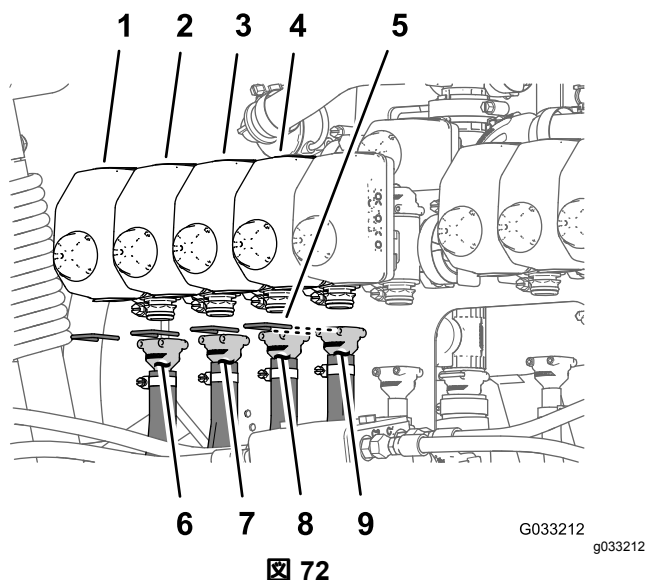
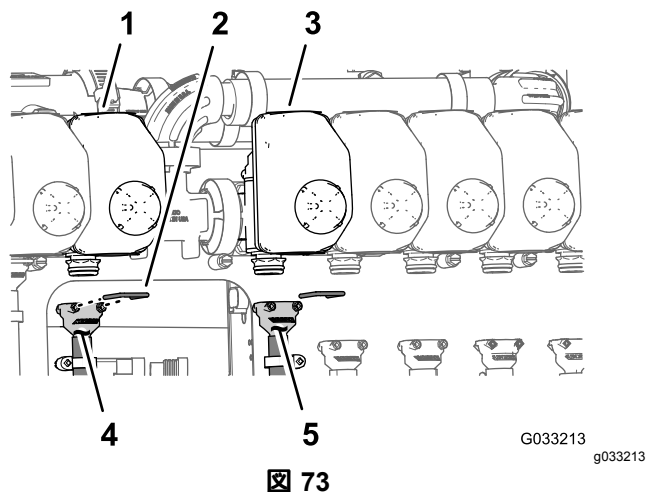
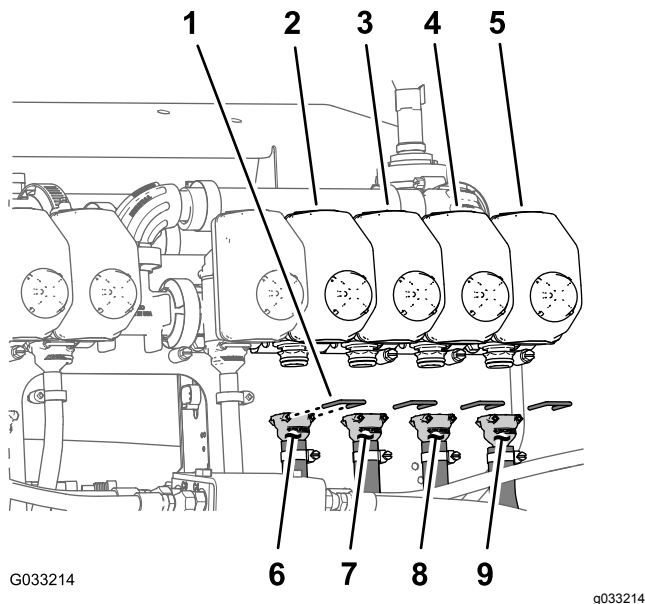

図 72
図 73
図 74
**注** ノズルバルブの位置については 図 72 各ホースをノズルバルブ~4 番に取り付ける。(ページ 33)、図 73 ホースをノズルバルブ5および6 番に取り付ける。(ページ 33)、および図 74 各ホースをノズルバルブ7-10 番に取り付ける。(ページ 34) を参照してください。
1. 給液ホース279cmのバーブ付きストレートフィッティングを、ノズルバルブ1番のカップラに組み付ける 図 72。
2. リターナを使って、バーブ付きフィッティングをバルブに固定する 図 72。
3. 給液ホース234cmのバーブ付きストレートフィッティングを、ノズルバルブ2番のカップラに組み付ける 図 72。
4. リターナを使って、バーブ付きフィッティングをバルブに固定する 図 72。
5. 給液ホース188cmのバーブ付きストレートフィッティングを、ノズルバルブ3番のカップラに組み付ける 図 72。
6. リターナを使って、バーブ付きフィッティングをバルブに固定する 図 72。
7. 給液ホース188cmのバーブ付きストレートフィッティングを、ノズルバルブ4番のカップラに組み付ける 図 72。
8. リターナを使って、バーブ付きフィッティングをバルブに固定する 図 72。
1. 給液ホース81cmのバーブ付きストレートフィッティングを、ノズルバルブ5番のカップラに組み付ける 図 73。
2. リターナを使って、バーブ付きフィッティングをバルブに固定する 図 73。
3. 給液ホース81cmのバーブ付きストレートフィッティングを、ノズルバルブ6番のカップラに組み付ける 図 73。
4. リターナを使って、バーブ付きフィッティングをバルブに固定する 図 73。
1. 給液ホース188cmのバーブ付きストレートフィッティングを、ノズルバルブ7番のカップラに組み付ける図 74。
2. リテーナを使って、バーブ付きフィッティングをバルブに固定する図 74。
3. 給液ホース188cmのバーブ付きストレートフィッティングを、ノズルバルブ8番のカップラに組み付ける図 74。
4. リテーナを使って、バーブ付きフィッティングをバルブに固定する図 74。
5. 給液ホース234cmのバーブ付きストレートフィッティングを、ノズルバルブ9番のカップラに組み付ける図 74。
6. リテーナを使って、バーブ付きフィッティングをバルブに固定する図 74。
7. 給液ホース279cmのバーブ付きストレートフィッティングを、ノズルバルブ10番のカップラに組み付ける図 74。
8. リテーナを使って、バーブ付きフィッティングをバルブに固定する図 74。